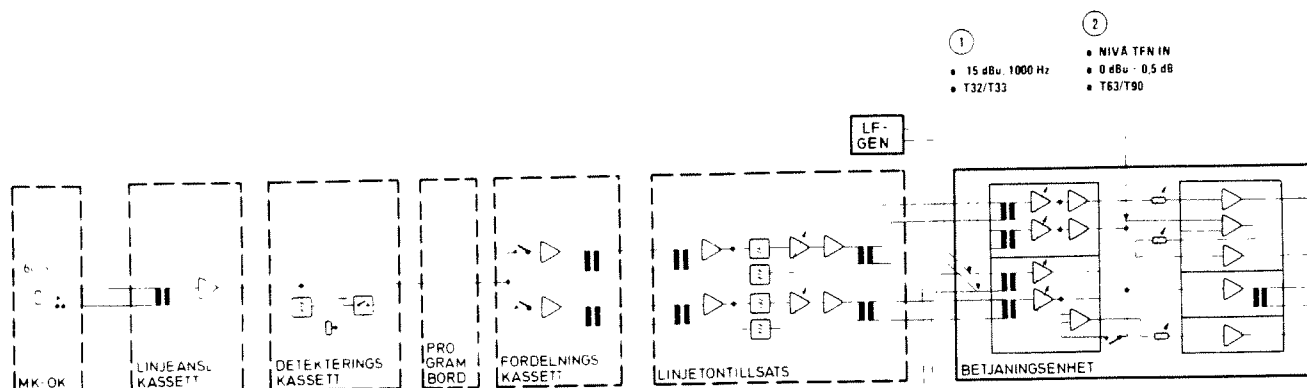

Bild 5
Anslut LF-generatorn till mätuttagen T32 och T33 (TFN IN), pos 1 bild 5.